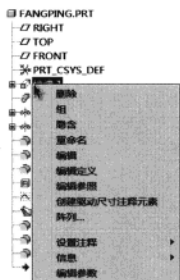
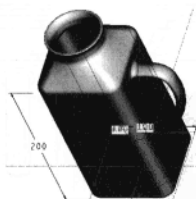
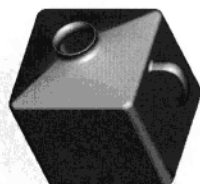

图 1-31 右键菜单
图 1-32 更改尺寸
图 1-33 修改尺寸后的模型
(1) 更改瓶身的尺寸。在模型树中选中构成瓶身的拉伸特征，单击右键，弹出右键菜单，见图 1-31。选择【编辑】菜单，绘图区中出现瓶身尺寸，见图 1-32，双击尺寸即可更改。将尺寸 100 改为 200，单击  按钮重新计算模型，结果见图 1-33。